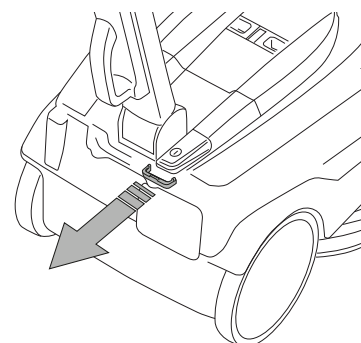

Fig.2C
- Die mechanische Verriegelung vom Schalter entfernen (Abb. 2C).